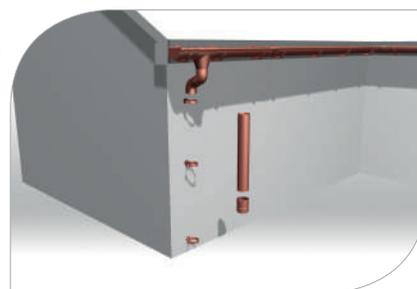

рис. 21
- 5.2 Установить в хомутах водосточные трубы, соединяя их с помощью муфты (**рис. 21, 22, 23**)